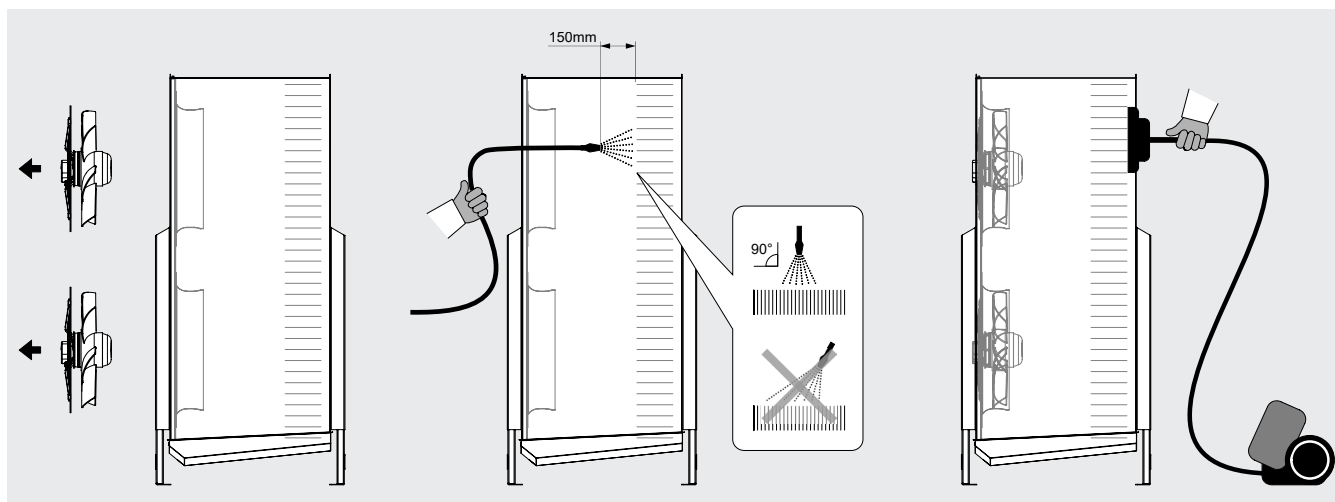

Figure 6
12.10 Nettoyage des ailettes (voir la Figure 6):